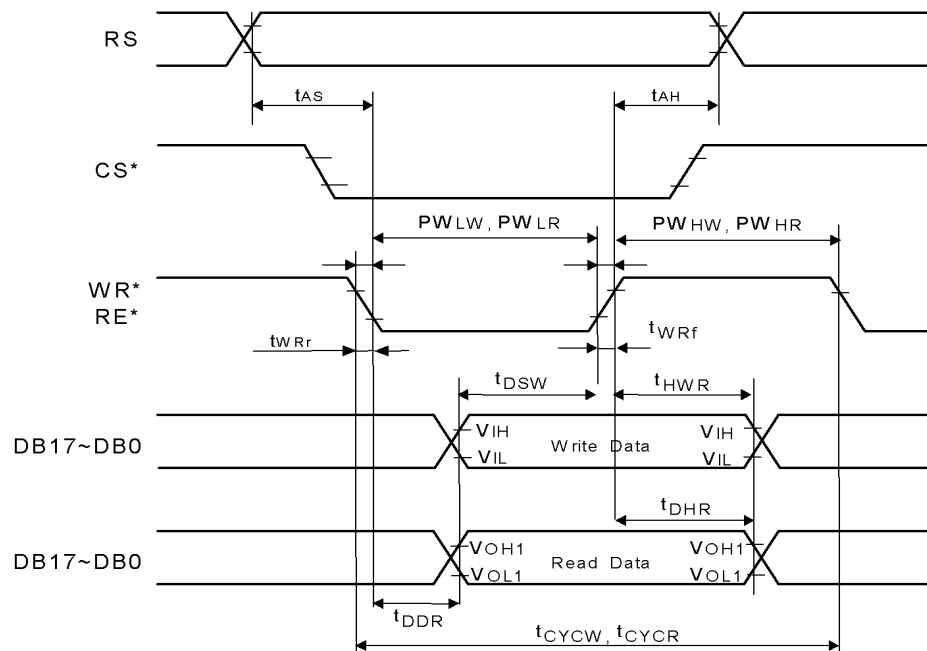

Fig. 1 (図 1)
7.3.1. 80-system Bus Interface Timing Characteristics (Fig.1)
(80 系バスインターフェースタイミング特性) (図 1)